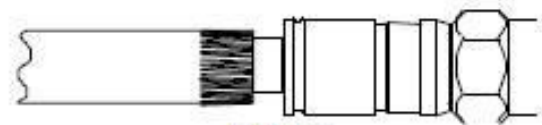

Bild 3
7. Ziehen Sie den Stecker wieder ab und drehen Sie ihn um 180°. Schieben Sie den Stecker auf das vorbereitete Kabel, bis die Hülse das umgefaltete Dielektrikum berührt (Bild 3).